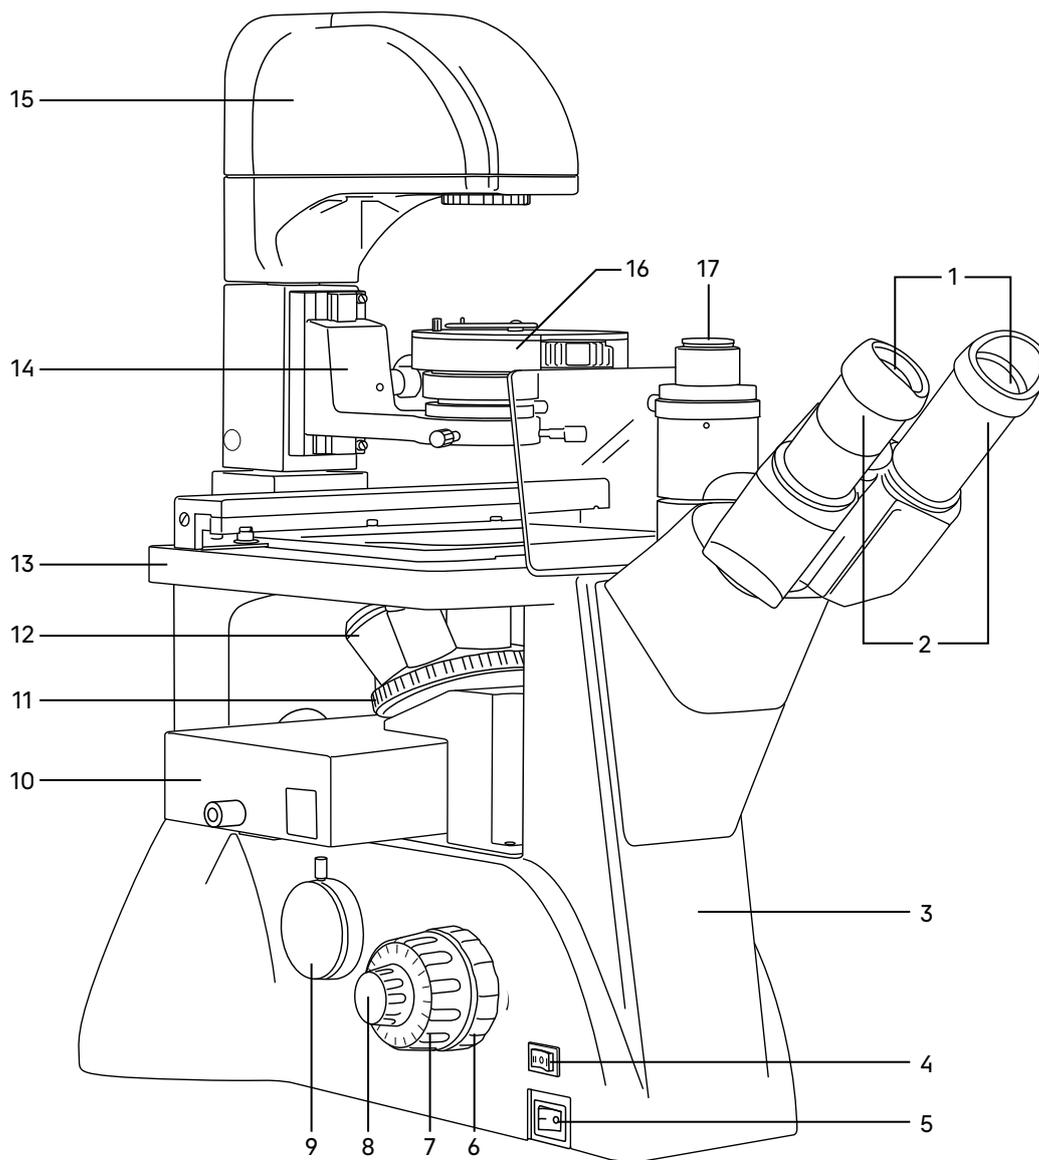
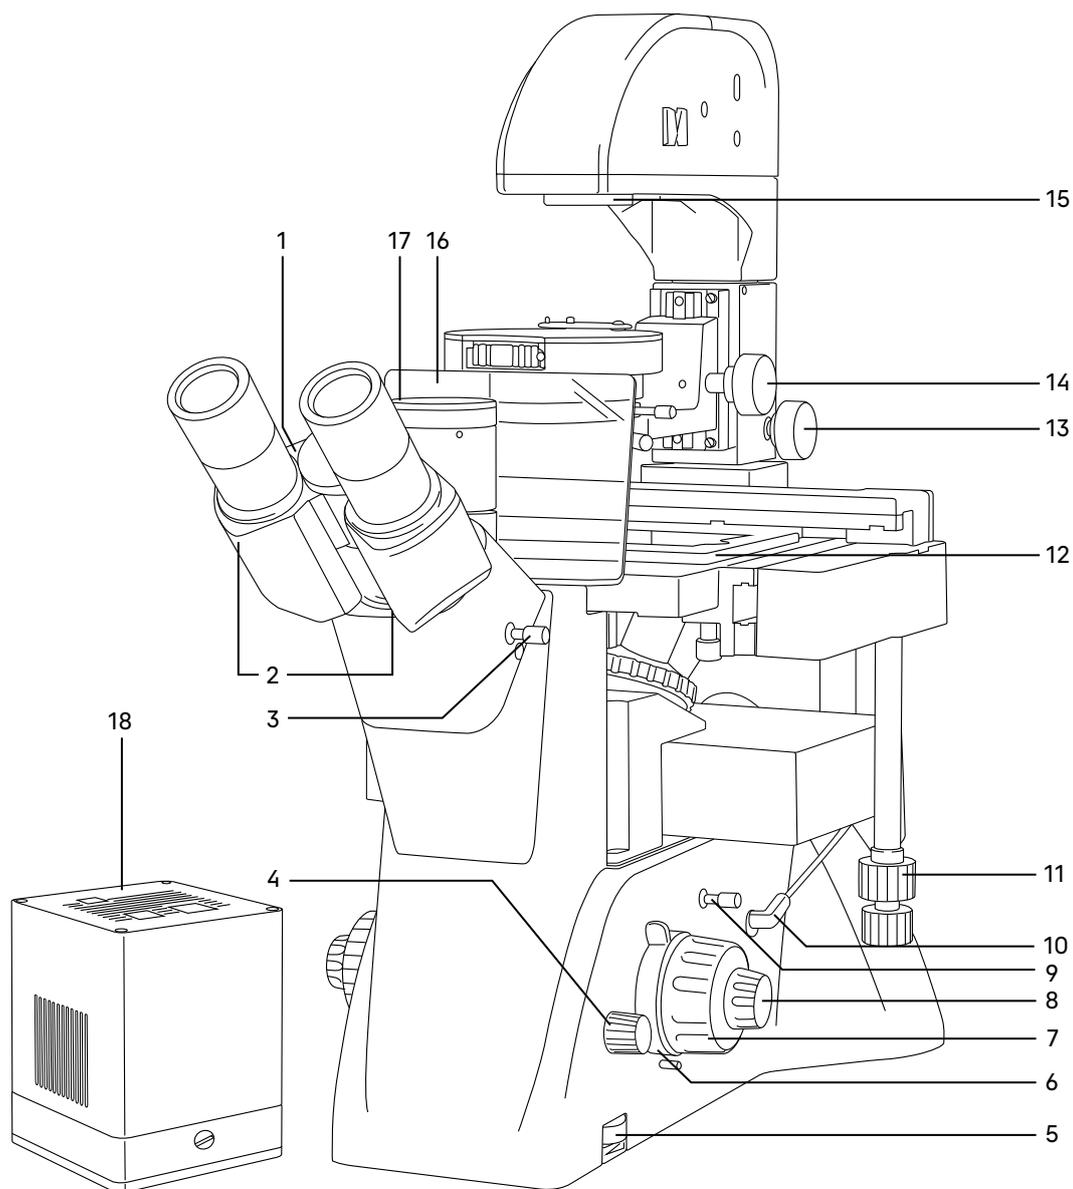

Рис. 1. Микроскоп MAGUS Lum VD500L. Вид слева
Рис. 2. Микроскоп MAGUS Lum VD500L. Вид справа
Общий вид микроскопа представлен на рис. 1 и 2.
На штативе 3 (рис. 1) микроскопа закреплены:
- револьвер 11 (рис. 1) с объективами;
- предметный столик 13 (рис. 1);
- кронштейн конденсора 14 (рис. 1);
- осветитель 15 (рис. 1);
- визуальная насадка 2 (рис. 2).
На левой боковой поверхности штатива расположен выключатель 5 (рис. 1) сетевого напряжения. В положении «–» включается, а в положении «0» выключается сетевое напряжение.
Переключатель 4 (рис. 1) служит для переключения освещения проходящего или отраженного света. Положение переключателя «I» – включен осветитель отраженного света (люминесцентный осветитель), «II» – включен осветитель проходящего света. В положении «0» выключается сетевое напряжение.
На правой боковой поверхности штатива расположен диск 5 (рис. 2) для регулировки напряжения питания источника света. Ручка 4 (рис. 2) служит для регулировки цветовой температуры.
На левой боковой поверхности штатива расположен канал визуализации 9 (рис. 1) для установки камеры. Микроскоп укомплектован адаптером C-mount, который устанавливается в этот канал и закрепляется в нем винтом. На адаптер устанавливается камера. Камера служит для вывода изображения на экран компьютера или монитор/телевизор.
Внутри штатива установлены люминесцентные блоки 10 (рис. 1).
Фокусировка на объект осуществляется перемещением по высоте револьверного устройства с объективами. Грубая фокусировка производится вращением коаксиальных рукояток 7 (рис. 1, 2), расположенных по обеим сторонам штатива.
Тонкая фокусировка производится вращением рукояток 8 (рис. 1, 2), расположенных по обеим сторонам штатива. Тонкая фокусировка требуется для более точного фокусирования на объект и для подфокусировки микроскопа на резкость изображения при смене объективов и препаратов.
Механизм регулировки жесткости хода грубой фокусировки 6 (рис. 1) – кольцо между штативом и рукояткой грубой фокусировки с левой стороны. С помощью кольца регулируется жесткость хода грубой фокусировки так, чтобы жесткость была комфортной для пользователя, но при этом револьвер с объективами не опускался самопроизвольно во время работы.
Рукоятка блокировки грубой фокусировки 6 (рис. 2) расположена с правой стороны. После завершения грубой фокусировки рекомендуется перевести рычаг в крайнее положение в направлении по часовой стрелке. Таким образом закрепится положение грубой фокусировки для быстрой рефокусировки после смены препарата.
Тринокулярная визуальная насадка обеспечивает визуальное наблюдение изображения объекта. Насадка закреплена на штативе 3 (рис. 1). В гнездо насадки устанавливается блок окулярных тубусов и закрепляется винтом. При установке повернуть тубусы 2 (рис. 2) вверх или вниз для удобства наблюдения в зависимости от роста пользователя.
Изменение межзрачкового расстояния в насадке осуществляется разворотом окулярных тубусов 2 (рис. 2) в пределах 48–75 мм. Значение расстояния, установленного в соответствии с глазной базой наблюдателя, отсчитывается по шкале 1 (рис. 2) на насадке.
В вертикальный тубус 17 (рис. 2) корпуса визуальной насадки (канал визуализации) с помощью переходника C-mount 17 (рис. 1) устанавливается система визуализации с монитором. Переключение светового потока на вертикальный тубус производится рукояткой 3 (рис. 2). Рукоятка имеет два положения: 100/0 и 50/50.
В комплект микроскопа входят окуляры 2 (рис. 1). Окуляры имеют высокое положение выходного зрачка и предназначены для работы как в очках, так и без них.
Револьверное устройство 11 (рис. 1) обеспечивает установку шести объективов. Смена объективов производится вращением револьверного устройства за конусную рифленую поверхность до фиксированного положения.
Объективы 12 (рис. 1) рассчитаны на механическую длину тубуса «бесконечность». Парфокальная высота объективов составляет 45 мм, линейное поле зрения в плоскости изображения – 22 мм. Объективы длиннофокусные, рассчитаны на посуду с толщиной дна 1,2 мм.
Осветитель 15 (рис. 1) неподвижно закреплен на штативе микроскопа. Источник света – светодиод 5 Вт отъюстирован на заводе-изготовителе относительно оптической оси и линзы коллектора. В осветителе закреплен коллектор с полевой диафрагмой 15 (рис. 2), которая регулируется в зависимости от увеличения объектива, введенного в оптическую ось.
Важная часть осветительной системы – конденсорное устройство. Кронштейн конденсора 14 (рис. 1) закреплен на штативе. Перемещение осуществляется ручкой 14 (рис. 2). В кронштейн установлено конденсорное устройство 16 (рис. 1). Тип крепления «под винт». Конденсор может быть использован для наблюдения по методу светлого поля и фазового контраста. Во вращающемся диске находятся кольцевые диафрагмы для работы с фазовыми объективами 10x, 20x, 40x и свободное отверстие для пропускания всего пучка света. Смена кольцевых диафрагм производится вращением диска за накатанную часть до фиксации. В окне кожуха конденсора появляется цифра, соответствующая увеличению применяемого фазового объектива, цифра «0» соответствует свободному отверстию. Под вращающимся диском расположена ирисовая диафрагма, которая позволяет настроить определенную апертуру для работы с объективами светлого поля. Для достижения большей контрастности можно воспользоваться светофильтрами, входящими в комплект микроскопа. Светофильтры устанавливаются в откидную оправу конденсора.
При работе с высокой посудой конденсорное устройство можно вывести из оптической оси. Ручка 13 (рис. 2) служит для фиксации устройства.
Предметный столик 13 (рис. 1) закреплен неподвижно на штативе. К столику прикреплено устройство, которое обеспечивает перемещение объекта в двух взаимно перпендикулярных направлениях. Перемещение осуществляется с помощью рукояток 11 (рис. 2), расположенных на одной оси.
Блок люминесцентных фильтров 10 (рис. 1) установлен в штативе слева под револьвером объективов 11 (рис. 1). Блок содержит свободное гнездо для работы в проходящем свете и три типа набора фильтров, закрепленных в держателе, для работы в отраженном свете.